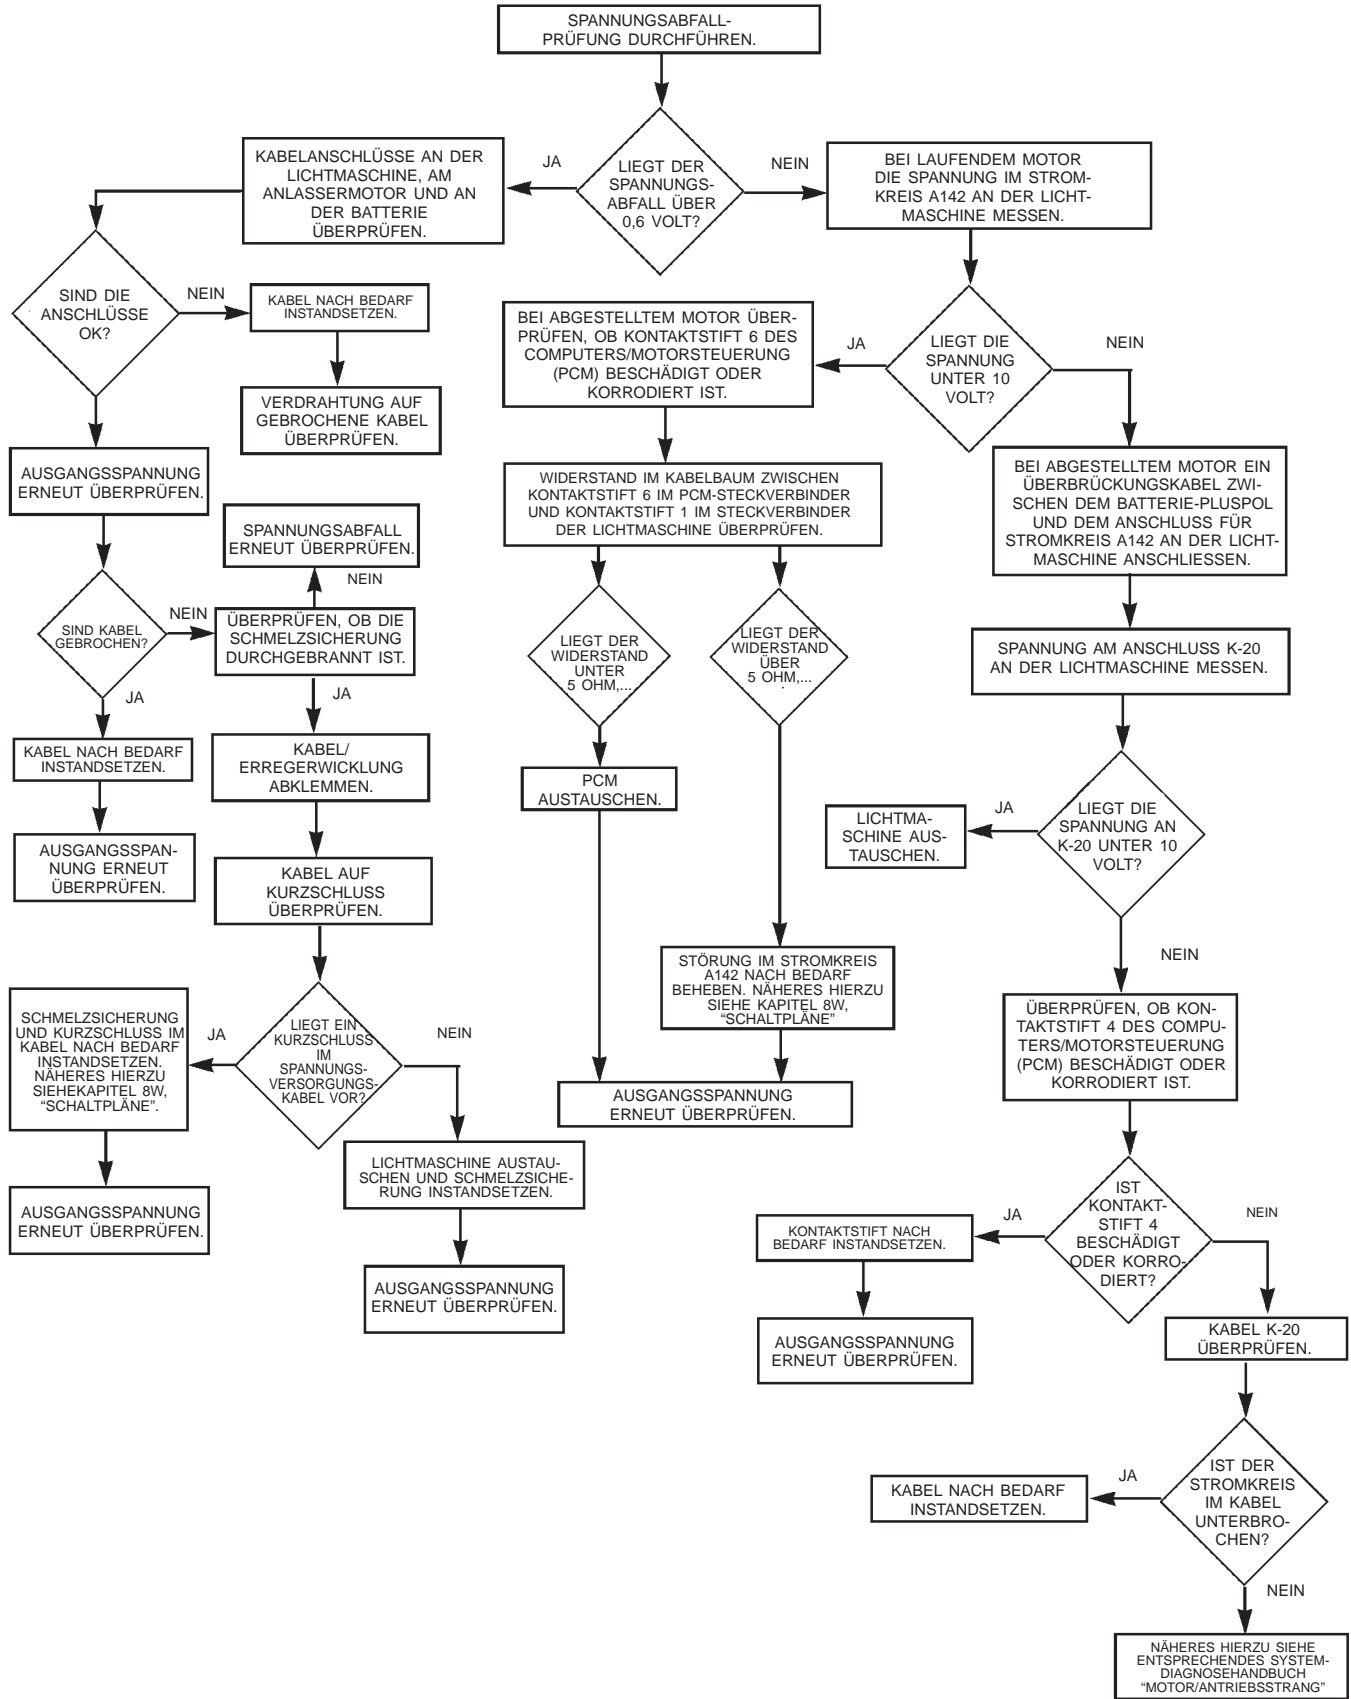

Abb. 6 Ladesystem auf Spannungsabfall überprüfen
(1) Feststellen, ob Fehlercodes gespeichert sind. Näheres hierzu siehe Abschnitt "Eingebautes Diagnosesystem (OBD) überprüfen" in diesem Kapitel. Näheres zu Instandsetzungsarbeiten siehe entsprechendes Systemdiagnosehandbuch "Motor/Antriebsstrang".
(2) Vor Beginn der Prüfung sicherstellen, daß die Batterie in Ordnung und vollständig geladen ist. Näheres hierzu siehe Kapitel 8A, "Batterie".
(3) Batteriekabel an der Batterie überprüfen und nach Bedarf säubern.
(4) Lichtmaschinen-Ausgangskabel wie vorstehend beschrieben überprüfen (Spannungsabfallprüfung) (Abb. 6). Hierdurch kann festgestellt werden, ob die elektrischen Anschlüsse zwischen Lichtmaschine und Batterie in Ordnung sind.
(5) Überprüfen, ob der Antriebsriemen der Lichtmaschine korrekt gespannt ist. Näheres hierzu siehe Kapitel 7, "Kühlsystem".
(6) Für diese Prüfung ist ein Volt-/Ampere-Prüfgerät mit Batterielastprüfer (Kohleschichtpotentiometer) und einer Klemme für induktiven Abgriff (Abgriffklemme) erforderlich. Bei der Prüfung die Bedienungsanleitung des verwendeten Geräts beachten. Wird ein Prüfgerät mit einer Abgriffklemme verwendet, so muß die Verdrahtung an der Lichtmaschine nicht abgeklemmt werden.
(7) Motor anlassen und warten, bis er seine Betriebstemperatur erreicht hat.
(8) Motor abstellen.
(9) Alle Leuchten und elektrischen Zusatzverbraucher ausschalten.
(10) Volt-/Ampere-Prüfgerät an der Batterie anschließen. Darauf achten, daß der Regler des Kohleschichtpotentiometers sich in Stellung "OPEN" (Geöffnet) oder "ON" (Ein) befindet. Näheres hierzu siehe Kapitel 8A, "Batterie", sowie Bedienungsanleitung des Geräteherstellers.
(11) Abgriffklemme anschließen. Näheres hierzu siehe Bedienungsanleitung des Geräteherstellers.
(12) Weist das Volt-/Ampere-Prüfgerät keinen integrierten Drehzahlmesser auf, einen separaten Drehzahlmesser am Motor anschließen.